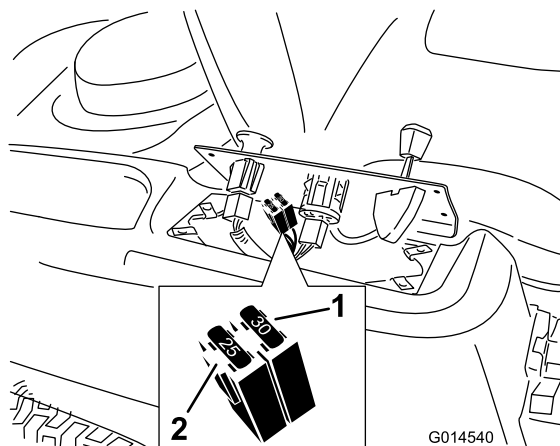

Figure 39
2. Soulevez le panneau de commande pour accéder au faisceau de câblage principal et au porte-fusibles (**Figure 39**).
3. Pour remplacer un fusible, tirez dessus pour l'enlever (**Figure 39**).